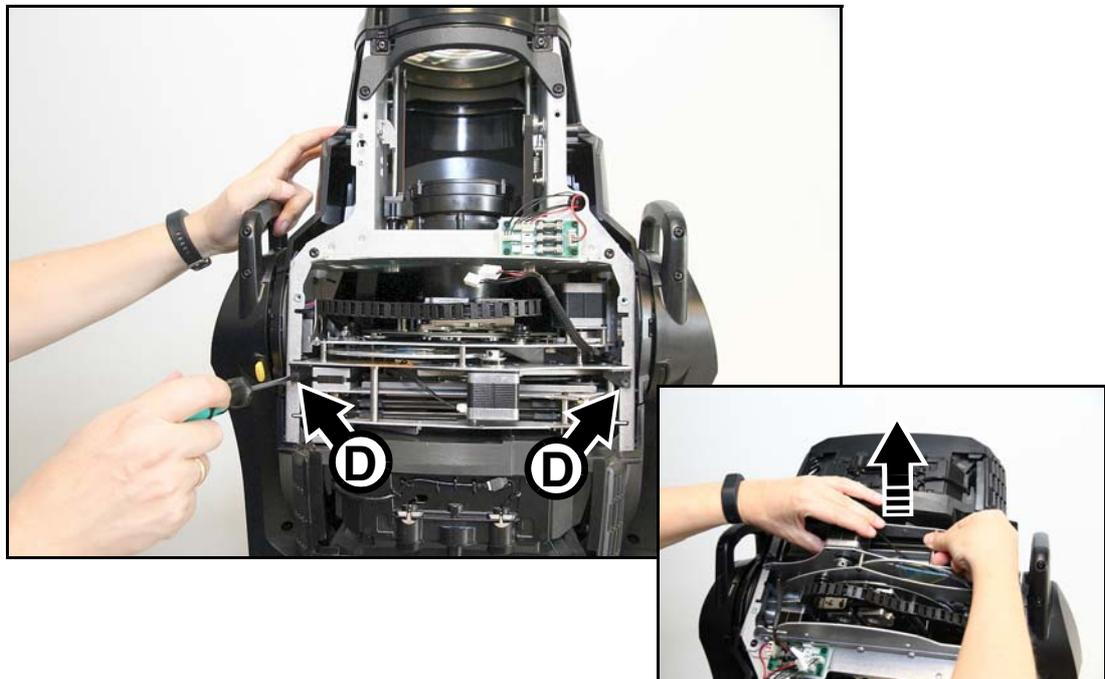
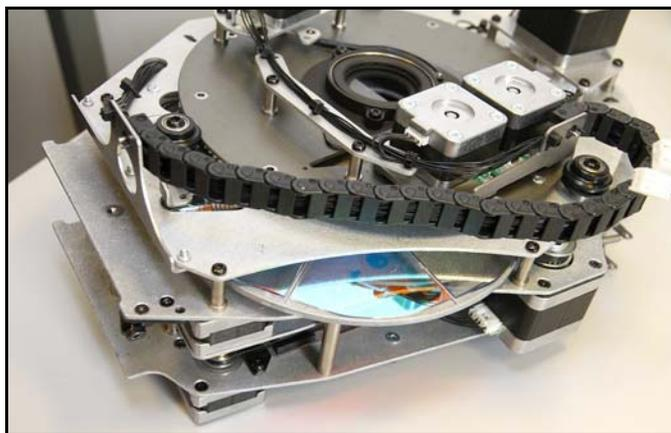

Bild 11: Entfernen des Multimoduls
Bild 12: Multimodul auf der Arbeitsfläche abgelegt
3. Siehe Bild 11. Lösen Sie die zwei Torx 20 Schrauben **D** (Pfeil), um das Multimodul zu lösen. Positionieren Sie den Kopf mit der Frontlinse nach unten zeigend. Heben Sie das Multimodul aus dem Kopf und legen Sie es, wie in Bild 12 gezeigt, auf der Arbeitsfläche ab.